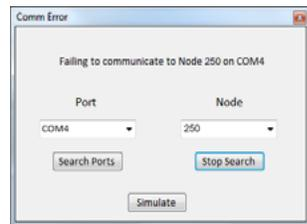

图15: Comm Error(连接错误)窗口
**注** 如果您看到连接错误窗口, 如图15所示, 则点击Search Ports(搜索端口)按钮。如果程序未启动, 则请参见TESCOM《ER5000用户手册》中“故障排除”章节的内容。